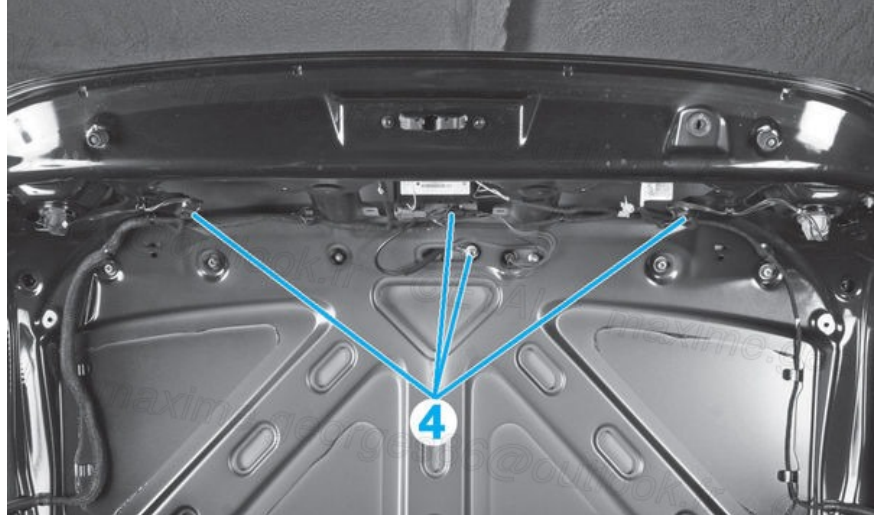

Fig.69
- Débrancher les connecteurs (4), dégrafer et dégager les faisceaux électriques (**Fig.69**) (/media/LEA/CAR_LEA_463/RTA714A-011-069X.jpg).